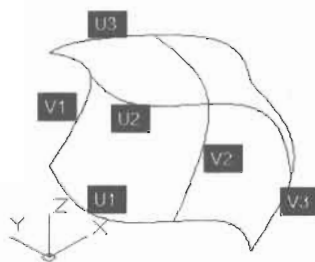

图 13-63
(1) 打开配套光盘中的“操作示例 13-13.dwg”文件，并切换到西南等轴侧视图，如图 13-63 所示。
(2) 单击“曲面”面板中的“网络”按钮，或者在命令提示行中输入 surfnetwork 命令。
(3) 在绘图区域中，沿第一个方向 (U 或 V) 选择横截面曲线，然后按 Enter 键。
(4) 沿第二个方向选择横截面，然后按 Enter 键结束命令，命令执行过程如下。
沿第一个方向选择曲线或曲面边: 找到 1 个 //选择如图 13-63 所示的 U1 边
沿第二个方向选择曲线或曲面边: 找到 1 个 //选择如图 13-63 所示的 V1 边